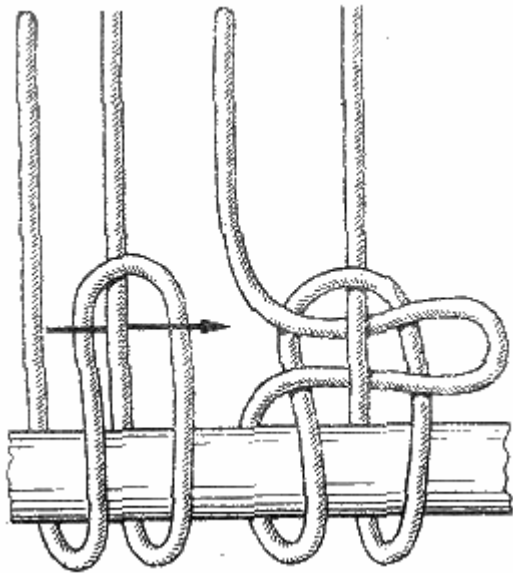

Рис. 103. Ведерный узел
**Ведерный узел** (рис. 103). Представьте себе, что альпинисту нужно спуститься по веревке с высоты вниз. Он идет один, и у него всего одна веревка, которая ему еще потребуется. Что сделать, чтобы, спустившись с высоты, унести с собой веревку? Очень просто: веревку нужно закрепить ведерным узлом, спуститься по ее коренному концу и рывком за длинный ходовой конец развязать узел, завязанный наверху. С помощью этого "дистанционно развязываемого" узла можно опустить из окна дома, например, ведро с водой, поставить его на землю и снова поднять веревку наверх.